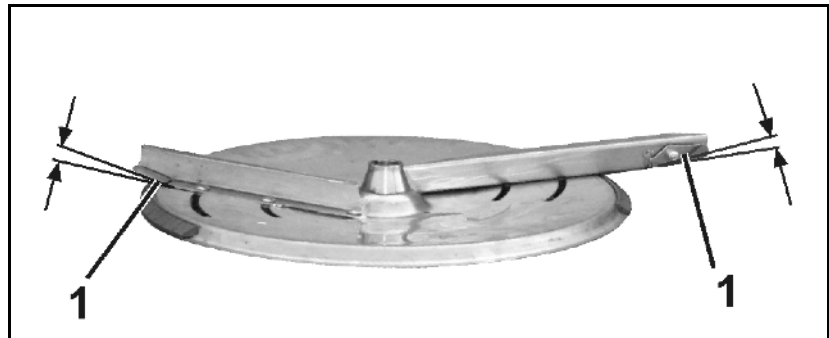

Fig. 35
3. Sving spredevingenes dreievinger (Fig. 35/1) til ønsket posisjon for normal- eller sengjødsling.